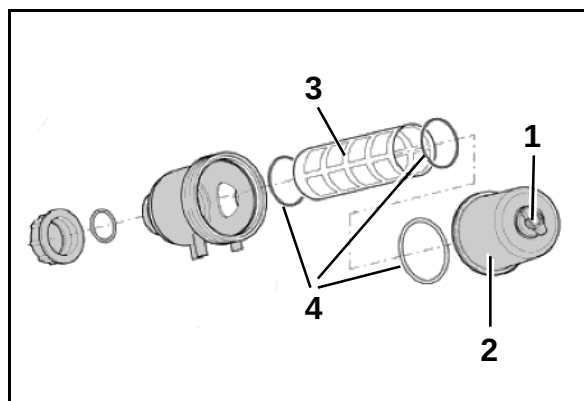

Fig. 223
Nettoyez le filtre d'aspiration (Fig. 223) tous les jours après la pulvérisation.
4. Desserrez la vis à ailettes (Fig. 223/1) du filtre d'aspiration.
5. Extrayez le pot du filtre (Fig. 223/2) en le tournant doucement vers la droite et vers la gauche.
6. Extrayez la cartouche filtre (Fig. 223/3) et nettoyez la à l'eau.
7. Contrôlez le bon état des joints toriques (Fig. 223/4).
Vérifiez que les joints toriques sont bien en place (Fig. 223/4).